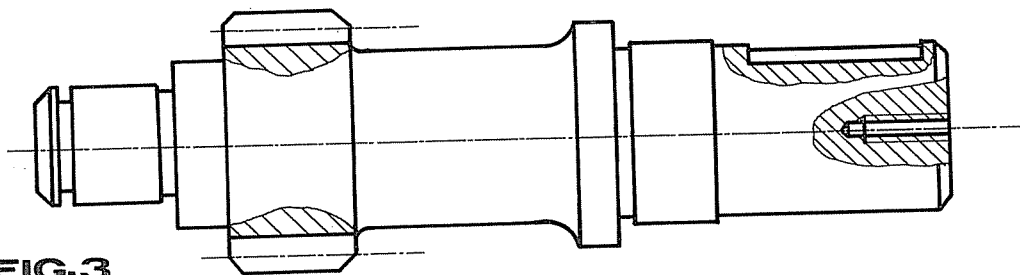

FIG.3
3° Porter les vecteurs issus de ces chaînes sur l'axe (3), fig. 3.